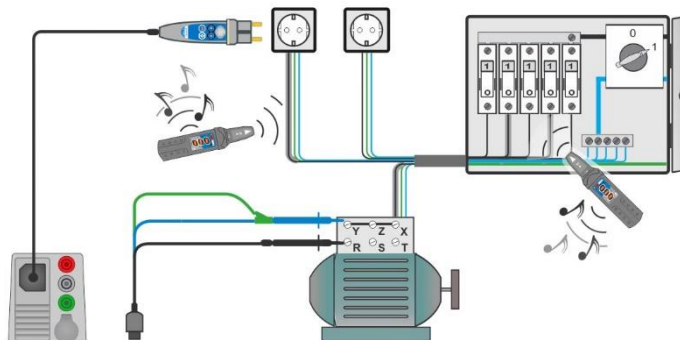

Abbildung 7.140: Aufspüren von Leitungen in Wänden und in Schränken
- › Schließen Sie den 3-Leiter Prüfadapter oder den Commander-Prüfstecker an den Prüfpunkten an, siehe **Abbildung 7.140** und **Abbildung 7.141**.